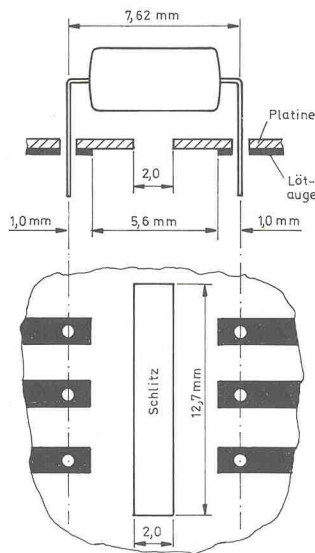
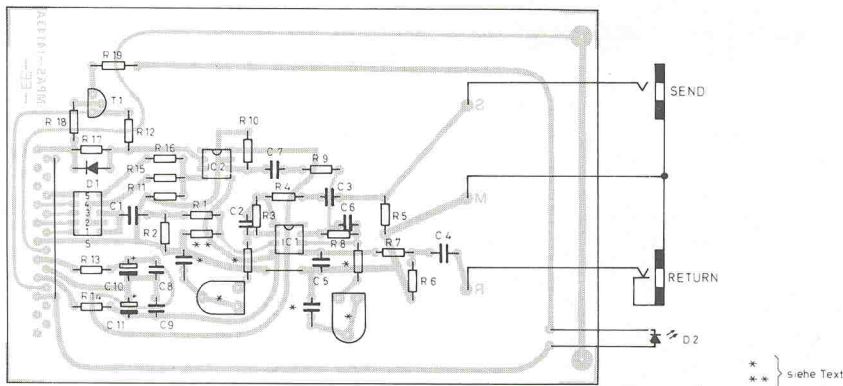

Bild 4. Durch Ausfräsen eines schmalen Schlitzes in der Leiterplatte zwischen den beiden Anschlußreihen kann man die L(ICP)-Werte beträchtlich vergrößern.
Bild 2. Bestückungsplan der Active-Insert-Platine
Die 'Montage' eines Optokopplers im Gehäuse DIL 6 in üblicher Weise auf der Platine ist mit Problemen verbunden. Wie aus Bild 2 deutlich wird, unterschreiten sowohl der Funkenweg durch die Luft als auch der Kriechweg über die Oberfläche
Bild 2. Montiert man einen Optokoppler wie gewohnt auf einer Leiterplatte, dann entstehen Probleme mit den maximal realisierbaren 'clearance'- und 'creepage'-Abständen.
In den Fällen, in denen die anwendungsspezifischen Normen einen größeren L(ICP) als die 5,6 mm aus Bild 2 fordern, jedoch L(CL) ca. 5,6 mm betragen darf, kann man auf die in Bild 4 gezeigte Lösung ausweichen. Zwischen den beiden Reihen Lötäugen für die Beine des Optokopplers wird ein 2 mm breiter und 12,7 mm langer Schlitz in die Leiterplatte gefräst. Der 'creepage'-Abstand überschreitet dadurch den in den meisten höheren Sicherheitsklassen geforderten Minimalwert von 8,0 mm.
Falls Übersteuerungsprobleme im Return-Weg auftreten sollten, kann ein Dämpfungswiderstand zwischen der Return-Buchse und dem Kondensator C4 eingefügt werden. Wenn ein zu großer Ausgangssignalpegel das an der Send-Buchse angeschlossene Effektgerät übersteuert, kann der mit einem Doppelsternchen (**) gekennzeichnete Widerstand eingebaut werden. R1 sollte bei Verwendung dieses zusätzlichen Widerstands auf 100k erhöht werden. Die Dämpfung wird dabei durch den mit ** gekennzeichneten Widerstand eingestellt. In Bild 2 ist der Bestückungsplan des Active Insert zu se-
Für einen reibungslosen Bühnenbetrieb ist ein Fußschalter erfahrungsgemäß unerlässlich. Bild 4 zeigt den fertig aufgebauten Fußschalter. Wie beim Grundrahmen sind auch bei diesem Gerät Reserven vorgesehen. In dieser Bauanleitung werden nur drei Effektmodule beschrieben, der 19-Zoll-Rahmen bietet jedoch Platz für sechs Effekte. Der Fußschalter ist vorbereitet zur Fernbedienung aller sechs möglichen Effekte sowie der beiden Boosts und der Kanalumschaltung.